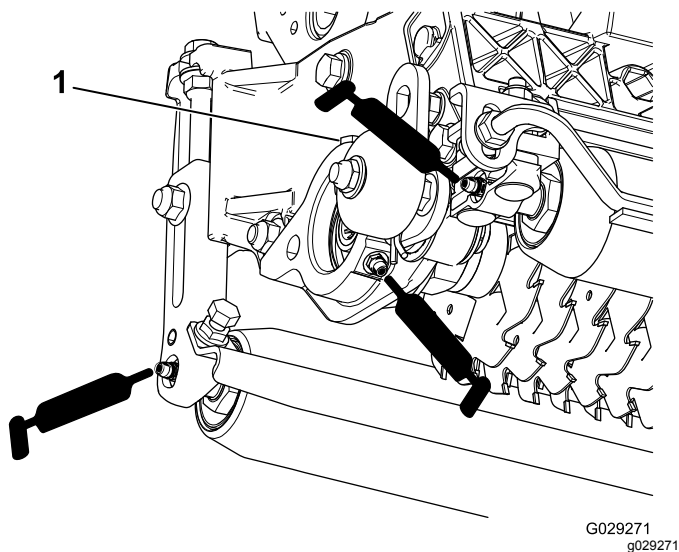

Figure 13
Chaque verticutter comporte 5 graisseurs (Figure 13) qu'il faut lubrifier chaque semaine avec de la graisse au lithium n° 2.
2. Appliquez de la graisse jusqu'à ce qu'elle ressorte propre par les joints des rouleaux et le clapet de décharge du roulement (Figure 13).